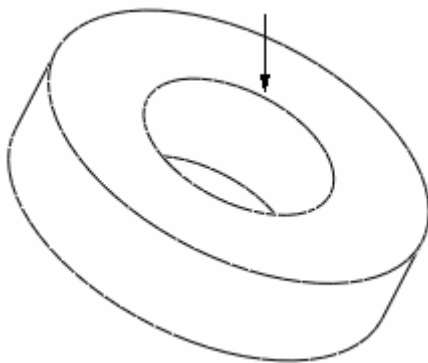

图 28-3
- (1) 单击菜单【插入】 【高级】 【唇】命令。
- (2) 选择图 28-3 中箭头指示的圆周边线。选择完毕，单击【边选取】菜单中的【完成】命令。